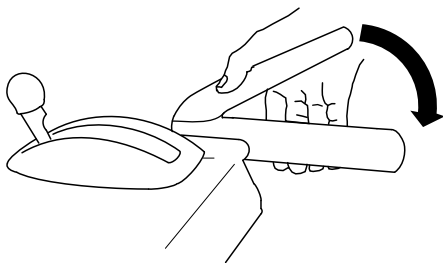

Bild 19
1. Drücken Sie zum Einkuppeln des Räumwerk- bzw. Gebläseradantriebs den rechten Hebel (Räumwerk bzw. Gebläserad) zum Handgriff (Bild 19).